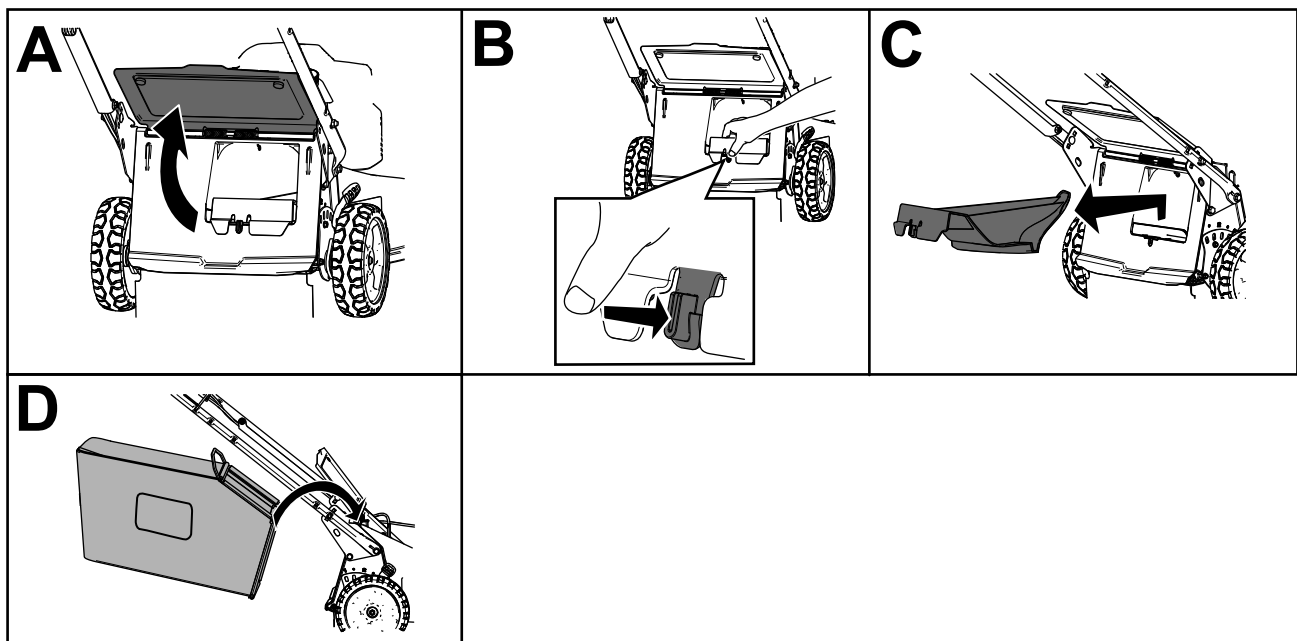

Figure 16
2. Soulevez le déflecteur arrière et maintenez-le dans cette position (A de Figure 16).
3. Retirez l'obturateur d'éjection arrière en appuyant sur le verrou avec le pouce et en tirant l'obturateur hors de la machine (B et C de Figure 16).
4. Placez les extrémités de la tige du bac dans les crans à la base du guidon et basculez le bac d'avant en arrière pour vous assurer que les extrémités de la tige sont bien engagées au fond des deux crans (D de Figure 16).
3. Sortez la tige du bac à herbe des crans à la base du guidon (A de Figure 16).
4. Installez l'obturateur d'éjection (B de Figure 16).
5. Abaissez le déflecteur arrière (C de Figure 16).